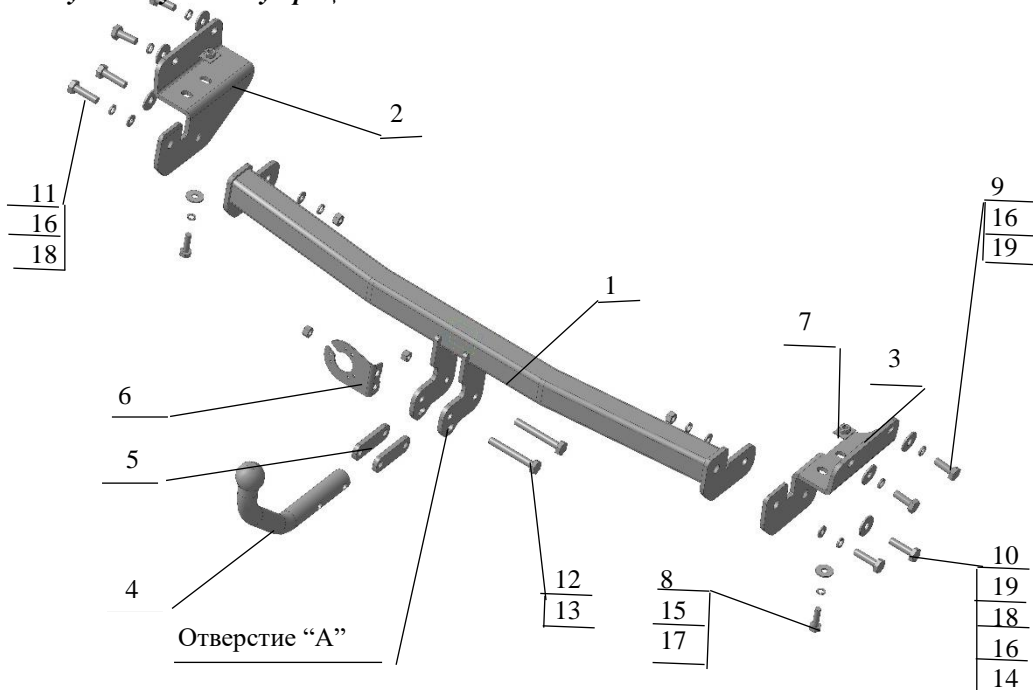

Рис.1 Тягово-сцепное устройство 7243.
2.1 ТСУ 7243 в сборе (рис.1)	1 шт.
2.2 Пакет с комплектующими (см. рис.1)+ защитный колпак	1+1 шт.
- 4.3 Закрепить левый и правый боковые съемные кронштейны (соответственно рис.1) к боковым внешним полкам лонжеронов (используя гайки приварные штатные) и к нижним полкам- вставив в лонжероны пластины с гайкой М10. Крепеж не затягивать.
- 4.4 Установить балку ТСУ, закрепив ее к боковым кронштейнам (соответственно рис.1). Крепеж не затягивать.